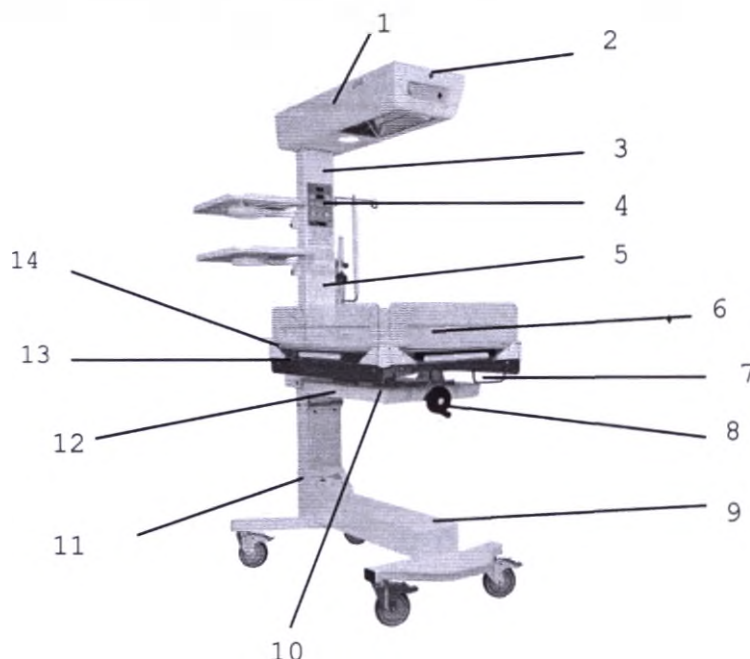

Рисунок 1 – Стол СНО-сб1. Общий вид.
- блок питания и управления для обеспечения вторичным питанием всех электронных узлов стола и для управления нагревателем по сигналам контроллера 4 (в соответствии с рис.1);